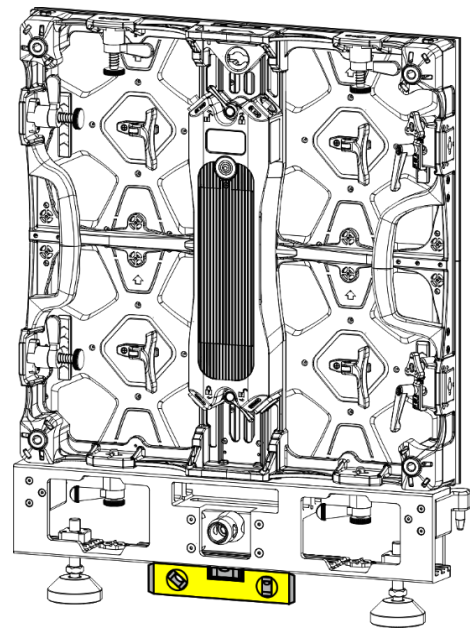

Fig. 34
- 08) Asegúrese de que la pantalla LED está nivelada como se indica en la Fig. 34. Para más información sobre cómo nivelar la instalación consulte el manual del usuario de la barra de rigging (101820/101821).